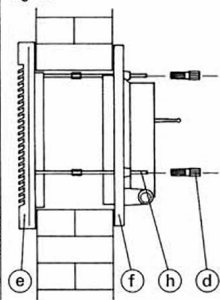

fig. 17
- Fig. 17.- Fixer avec des vis la platine (f) au mur et serrer les écrous (d).